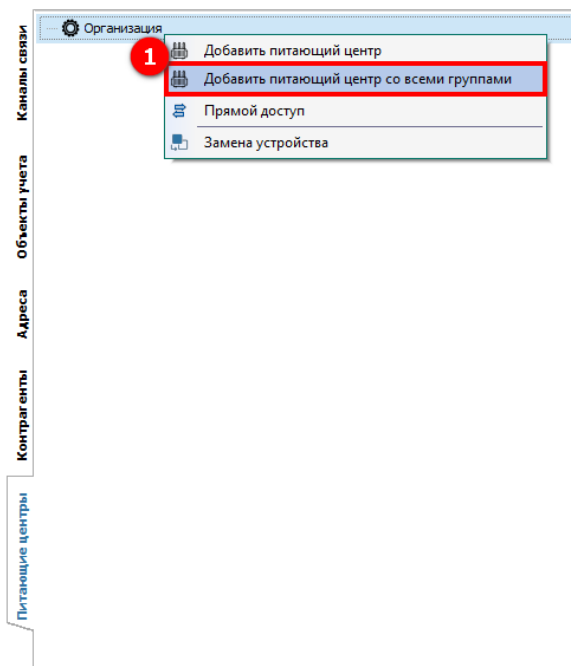

Рисунок 368 – Добавление Питающего центра со всеми группами и подгруппами
Добавление «нового» Питающего центра возможно сразу со всеми, входящими в него группами и подгруппами. Для ее создания необходимо нажать правой кнопкой мыши на вершине дерева **Питающие центры** и в открывшемся контекстном меню выбрать **Добавить питающий центр со всеми группами** (1) (см. рисунок 368).